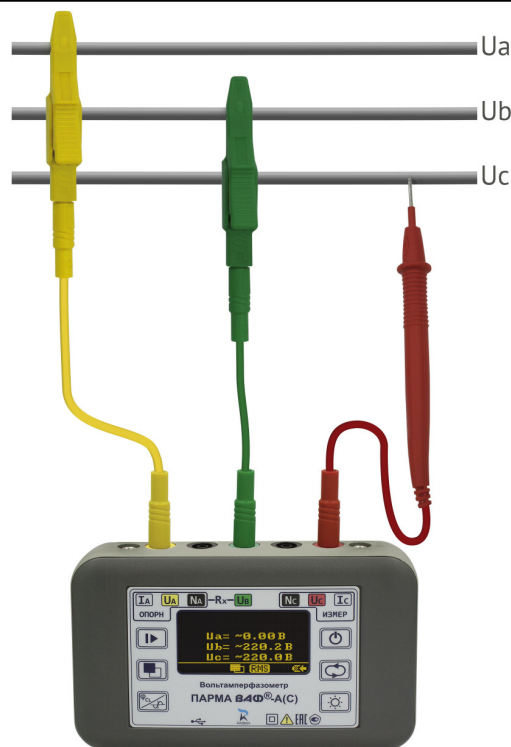

Рисунок 17
6.3.7.4 В случае отсутствия напряжения на какой-либо клемме ВАФ порядок чередования фаз не определяется (рисунок 17а).
Рисунок 17а